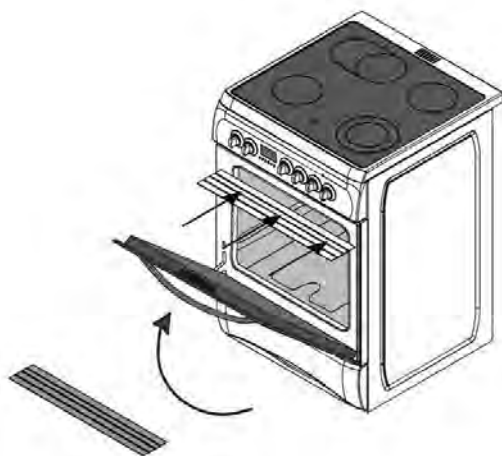

Bild 1
2. Das Ableitblech (Bild 1) soll die Bedienschalter und -Blende im Grillbetrieb vor auftretender Hitze schützen.